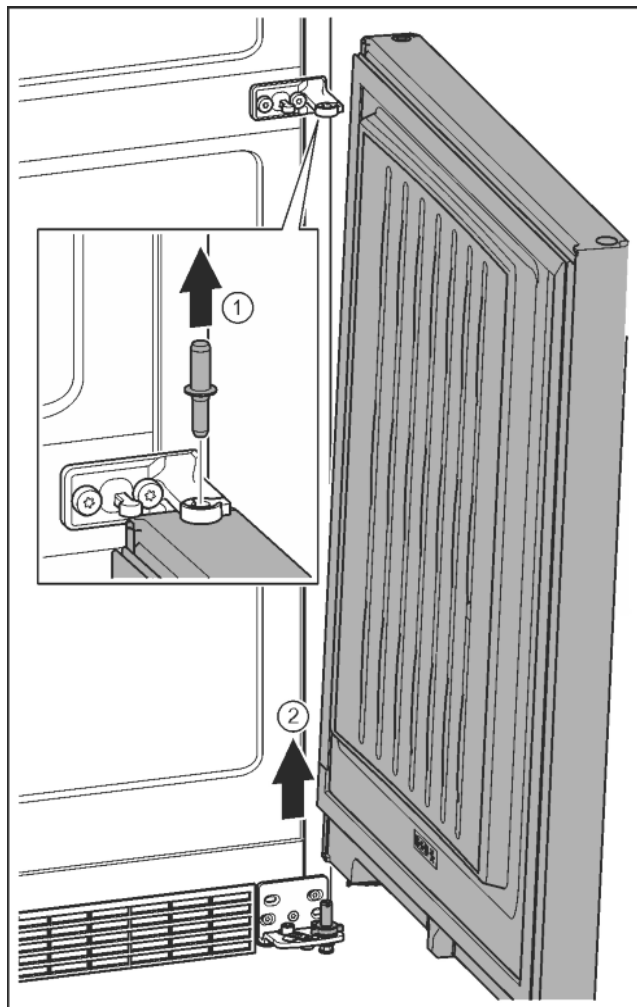

Fig. 11
- Sortir le boulon par le haut. *Fig. 11 (1)*
- Faire basculer la porte vers l'extérieur, la tirer vers le haut et la mettre de côté. *Fig. 11 (2)*